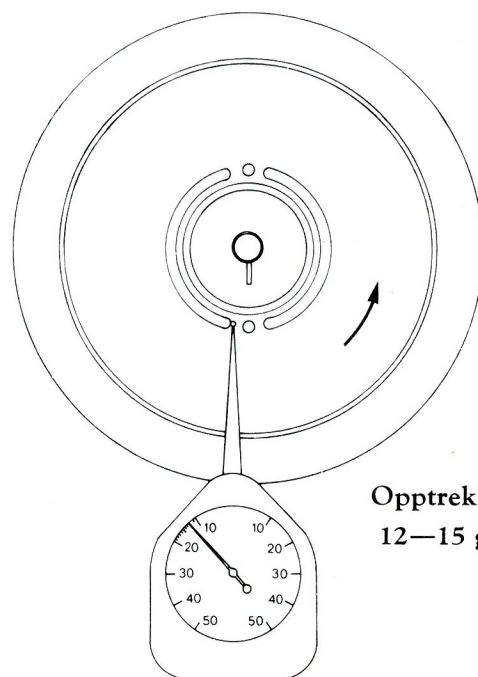

Fig. 11.
6. Spolekompleks/opptrekk: Friksjonsskive, opptrekksspiral og drivrem for telleverk må løpe fritt. Nedre spoletallerken skal ligge 0,5–1 mm klar av monteringsplate. Justeres ved hjelp av distanseskiver. Aksial slark skal være i underkant av 0,5 mm. Avløpende brems og opptrekk kontrolleres som vist på skisser fig. 11 og fig. 12. Ved hurtigspoling skal motoren stanse når øvre og nedre spoletallerken holdes igjen. Hvis ikke er motorstilling feil og må justeres. Eventuelt må gummiбанene renses.
Hovedbrems løser ikke ut. Brudd i opptrekksspiral, eller denne er falt ut av spor. Opptrekk måles som fig. 11 viser (12—15 g). Øvre og nedre spoletallerken henger sammen, spolekompleks skiftes.